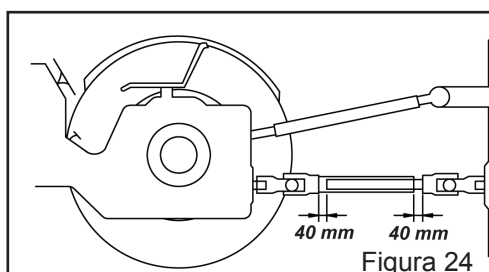

Figura 24
- e) Retire o cardan e acresça uns 40 mm em cada uma das marcas, faça uma nova marca, de forma que os pedaços cortados sejam maior que ambas as partes. Isso se torna necessário para evitar que as pontas macho e fêmea toquem no garfo do cardan. (Figura 24).